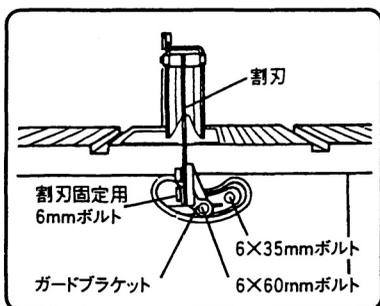

図 32
(1) 本体後部に接触予防装置の割刃を取付けている6×35mmボルト、6×60mmボルトを手持ちの10mmスパナでゆるめ、接触予防装置を取りはずします。(図32参照)